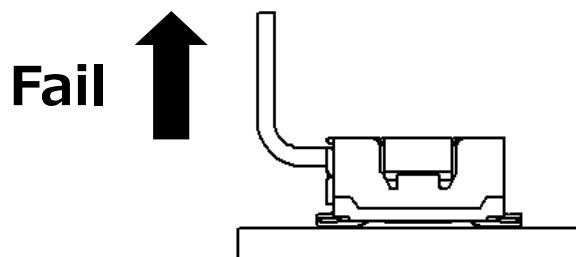

Fig. 3
- ・図 3 のようにケーブルを引っ張り上げ、コネクタの抜去を行わないでください。